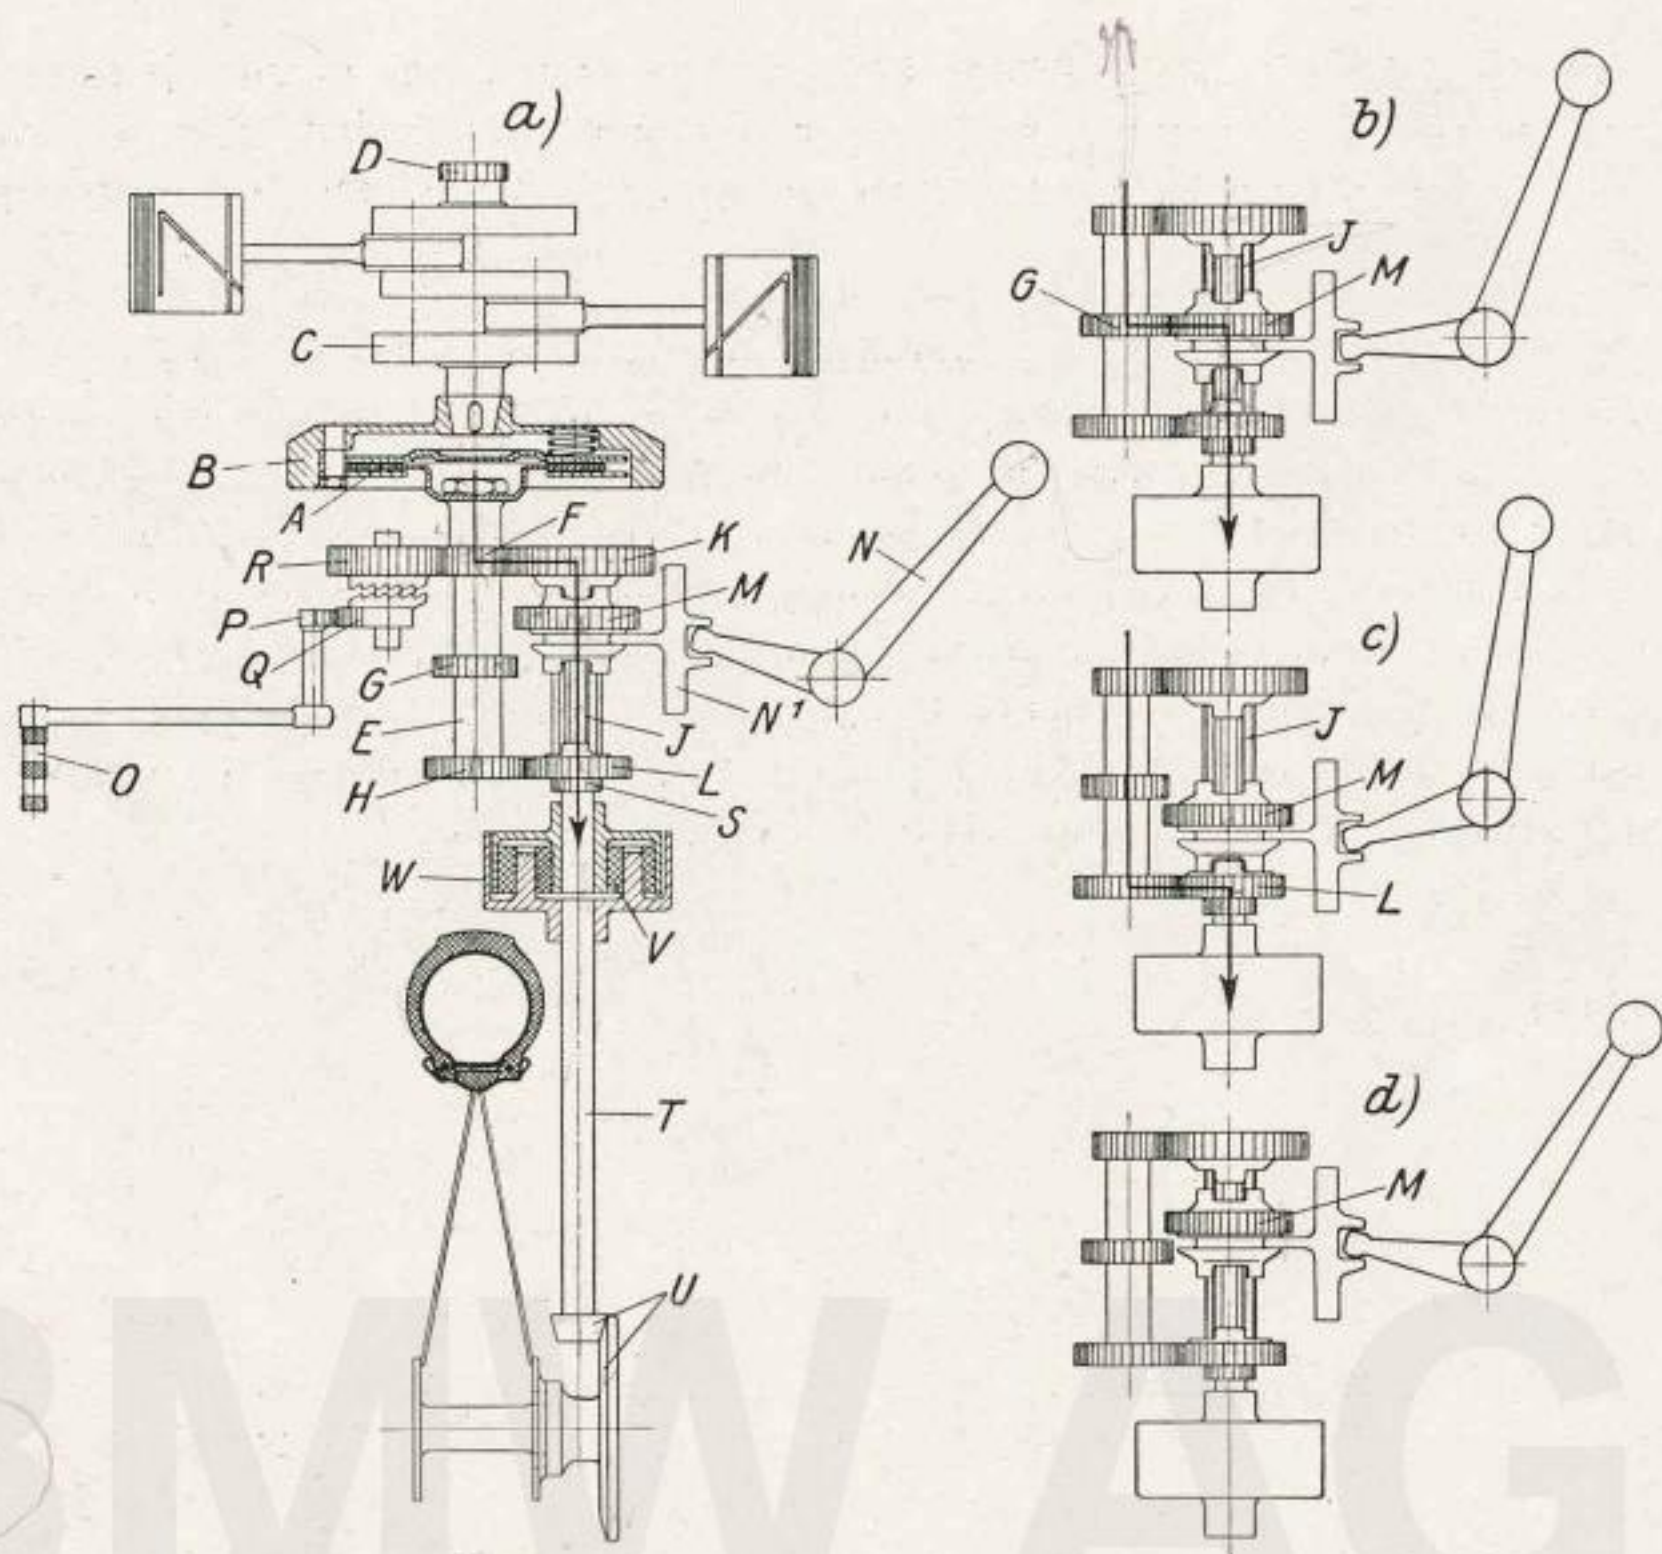

Abb. 11. Schematische Darstellung des Antriebes.
11. Getriebe: Die vom Motor erzeugte Drehbewegung wird zunächst durch die Kupplung auf das Dreiganggetriebe übertragen, um von diesem unter entsprechender Herabsetzung der Geschwindigkeit an das Hinterrad abgegeben zu werden. In der Abbildung 11 ist die Wirkungsweise des BMW-Getriebes schematisch dargestellt. **A** bezeichnet die in das Schwungrad **B** eingebaute Kupplung und **C** die Kurbelwelle auf der noch das Zahnrad **D** für den Antrieb der Steuerung sitzt. Der Antrieb des Getriebes erfolgt durch die sich bei eingekuppeltem Motor ständig drehende Hauptwelle **E** und deren festsitzende Zahnräder **F**, **G** und **H**. Parallel zur Hauptwelle läuft die Vorgelege- oder Keilwelle **J**, deren lose drehbare Räder **K** und **L** ständig mit den Rädern **F** bzw. **H** kämmen, sich aber infolge ihrer verschiedenen Größen mit verschiedener Geschwindigkeit drehen. Auf der Vorgelegewelle sitzt ferner ein in der Keilbahn verschiebbares und nur mit der Welle zusammen drehbares Zahnrad **M**, welches auf seinen beiden Seiten mit Kupplungsklauen versehen ist, die es je nach seiner Verschiebung durch den Schalthebel **N** nach vorn oder hinten mit den Kupplungsklauen der Zahnräder **K** und **L** in Eingriff bringen kann, so daß es von diesen sich durch die Hauptwelle **E** ständig drehenden Rädern mitgenommen wird und seinerseits die Welle **J** antreibt.